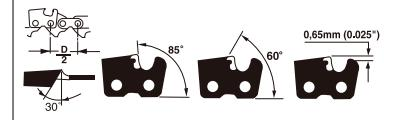

Fig. 21
**AFFILARE LA CATENA** - Il passo della catena (Fig. 21) è di 3/8 "LoPro x 0,050". Affilare la catena utilizzando guanti protettivi e una lima tonda di  $0.65/32"$  (4 mm).
Affilare sempre le lame solo con passate verso l'esterno (Fig. 22) rispettando i valori indicati nella Fig. 21.